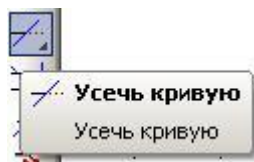

Рисунок 7
- «Усечь кривую» - см. рисунок 7.